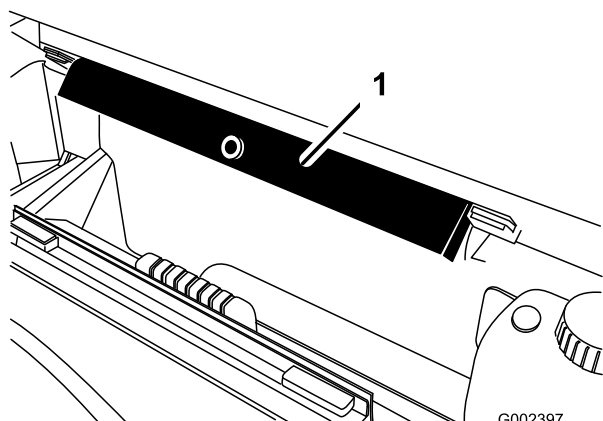

Bild 1
- B. Nehmen Sie die Ladepritschenstütze aus den Einlagerungshalterungen hinten an der Überrollschutzplatte ab (Bild 1).
- Stecken Sie die Ladepritschenstütze in die Halterungen hinten an der Überrollschutzplatte (Bild 1), siehe „Vorbereiten der Kitinstallation“.